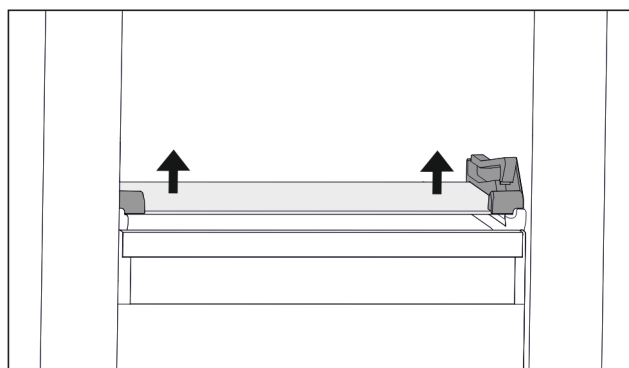

Fig. 70 Staklena ploča nagibne ladice
- ▶ Pritisnite staklenu ploču odozdo s obje strane prema gore. (pogledajte Fig. 70)